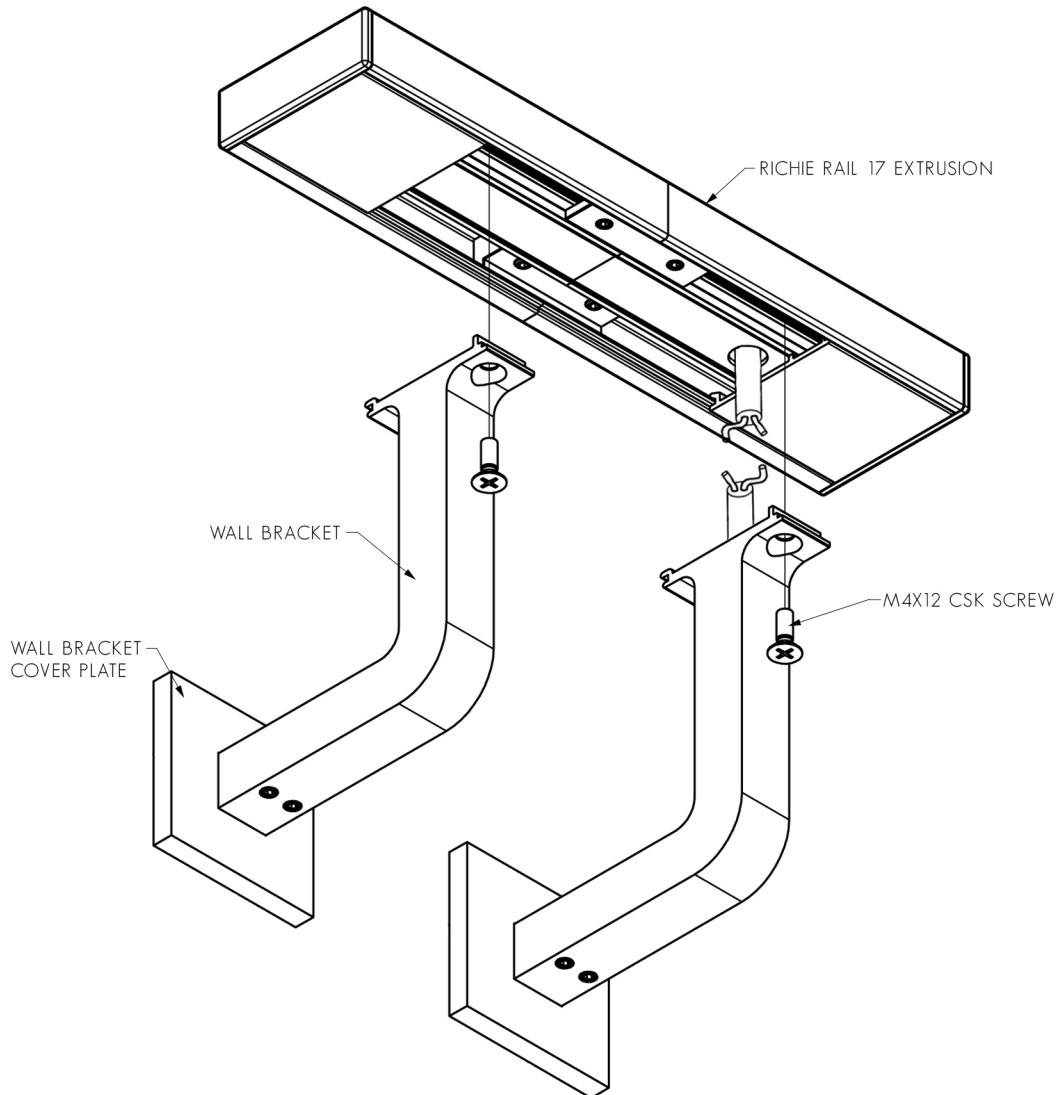

FIG. 6 - ENSURE WALL BRACKETS ARE SECURED TIGHTLY
2. AFFIX RICHE RAIL 17 EXTRUSION TO WALL BRACKETS USING M4X12 CSK SCREWS PROVIDED. ENSURE THEY ARE TIGHT. SEE FIG. 6.